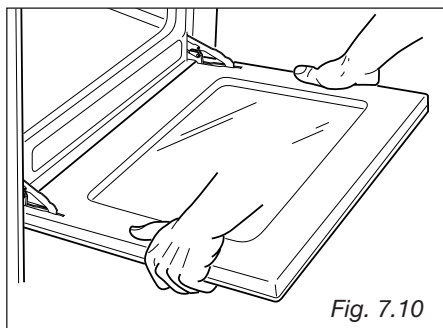

Fig. 7.10
- Saisir la porte comme illustré dans la fig. 7.10.